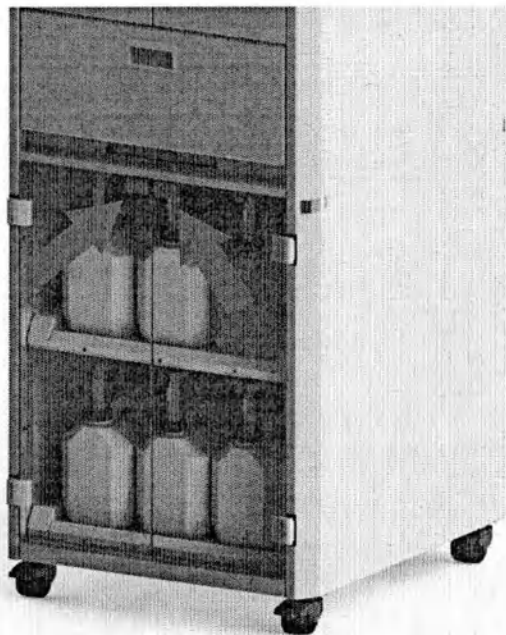

Рисунок 5.3 – Отсек для реагентов
3. Откройте дверцы отсека для реагентов посредством нажатия на магнитные защелки, расположенные в верхнем внутреннем углу каждой дверцы (Рисунок 5.3).
1. Откройте дверцы отсека для реагентов посредством нажатия на магнитные защелки, расположенные в верхнем внутреннем углу каждой дверцы (Рисунок 5.3);